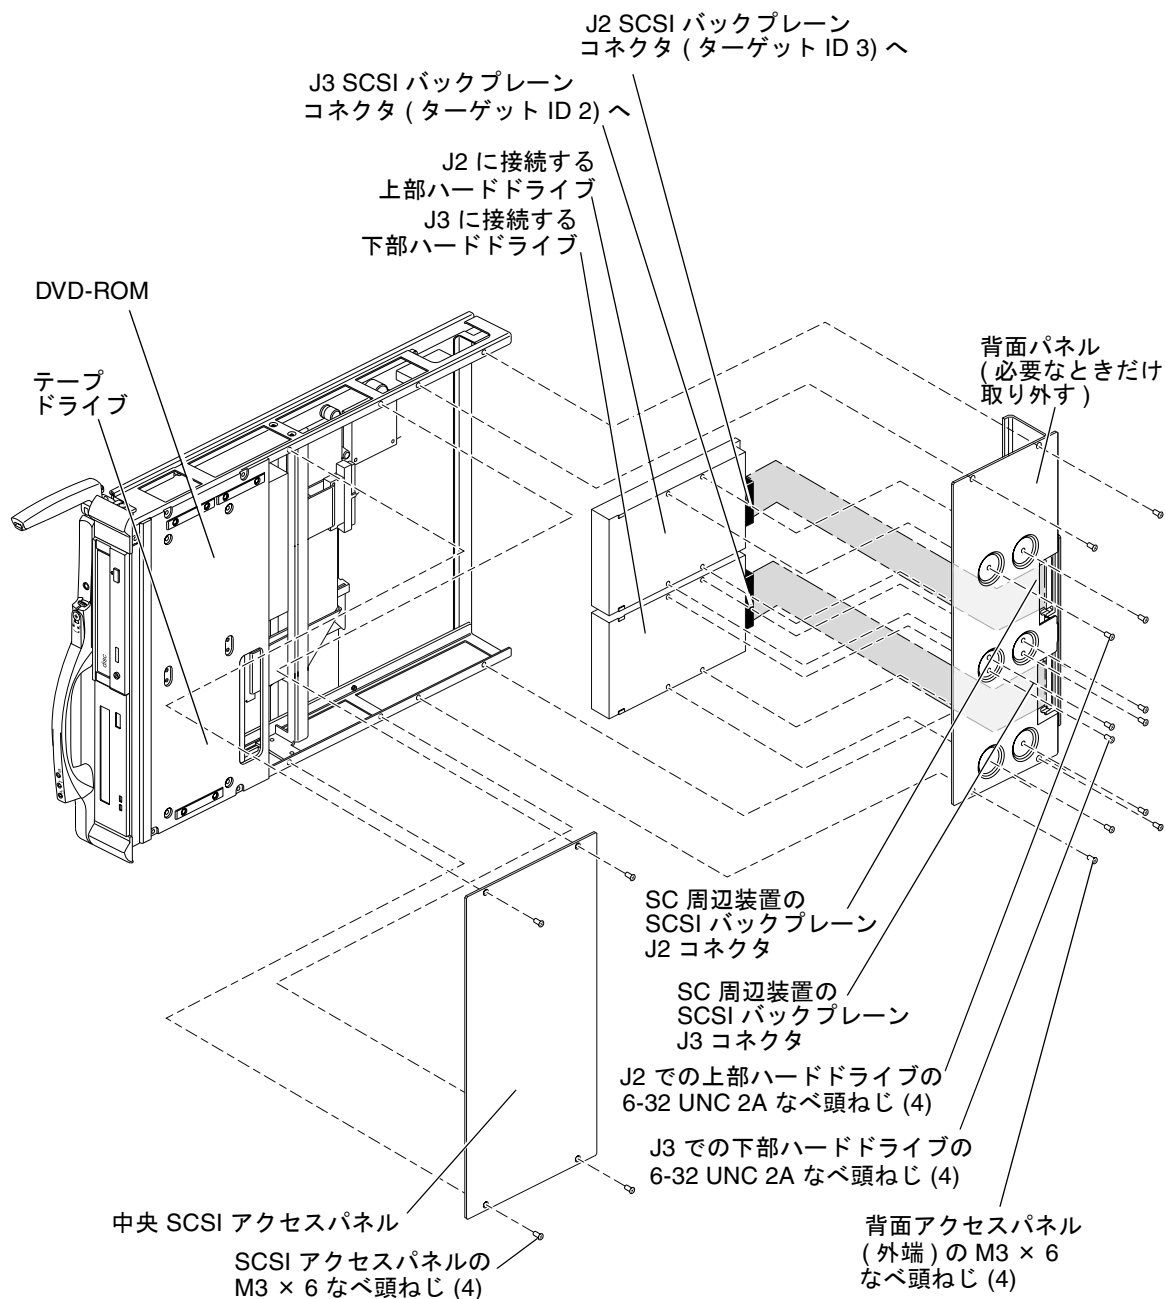

図 7-4 SC 周辺装置ボードからのハードドライブの取り外しおよびアクセスパネル — 分解図
4. 中央の SCSI アクセスパネルにある 4 本の M3×6 皿頭ねじを外し、パネルを取り外します (図 7-4)。